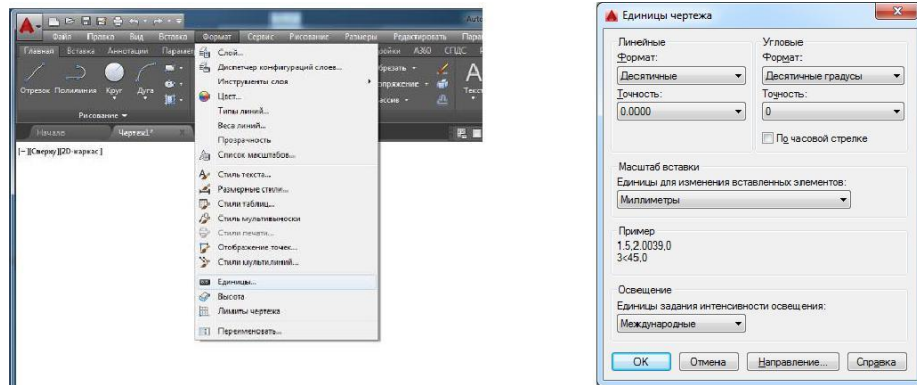

Рис. 1
2. Вызовите из меню пункт *Формат* *Единицы...*. Откроется диалоговое окно "Единицы чертежа" (рис. 1). Выберите единицы измерения – "Десятичные", "Точность" – 2 знака после запятой (обычно этого достаточно).